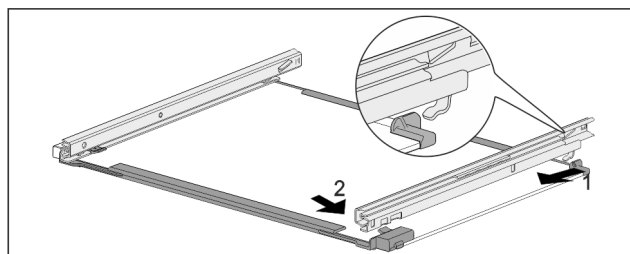

Fig. 78 带轨道的玻璃隔板
- ▶ 轨道后部钩入。Fig. 78 (1)
- ▶ 轨道前部卡紧。Fig. 78 (2)